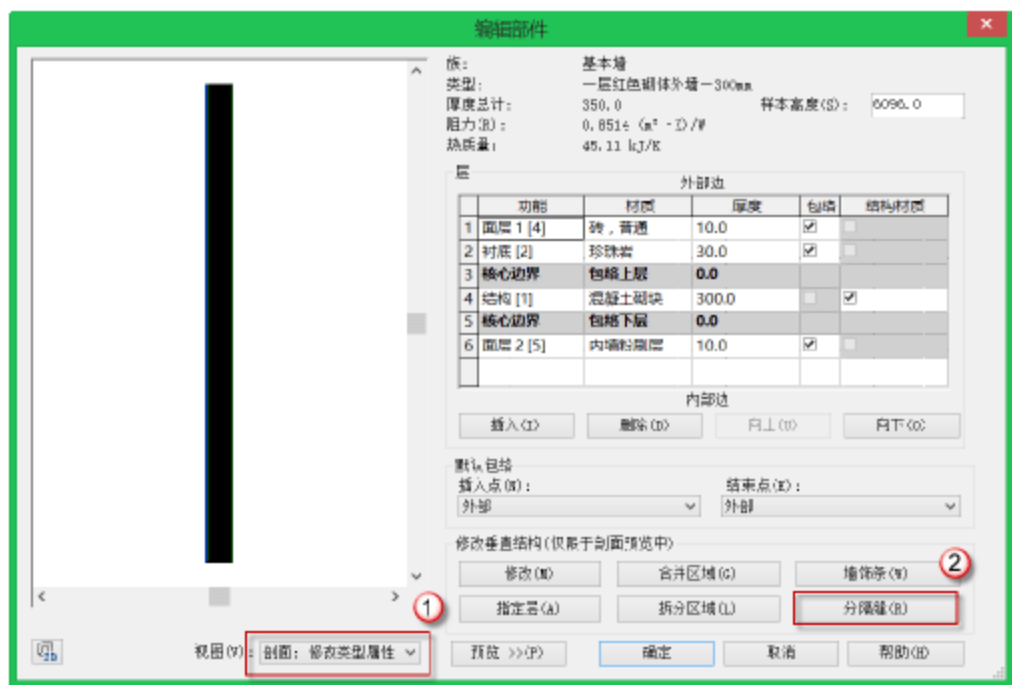

图 10.1.37 打开“分隔缝”对话框
(6) 打开“分格缝”对话框。选择“建筑”→“墙”→“墙：建筑”命令，也可以直接按快捷键 W+A。选择“一层红色砌体外墙-300mm”族，单击“编辑类型”→结构参数下“编辑”按钮，然后将视图参数由“楼层平面修改类型属性”改为“剖面：修改类型属性”，再单击“分隔缝”按钮，如图 10.1.37 所示，进入分格缝编辑对话框。